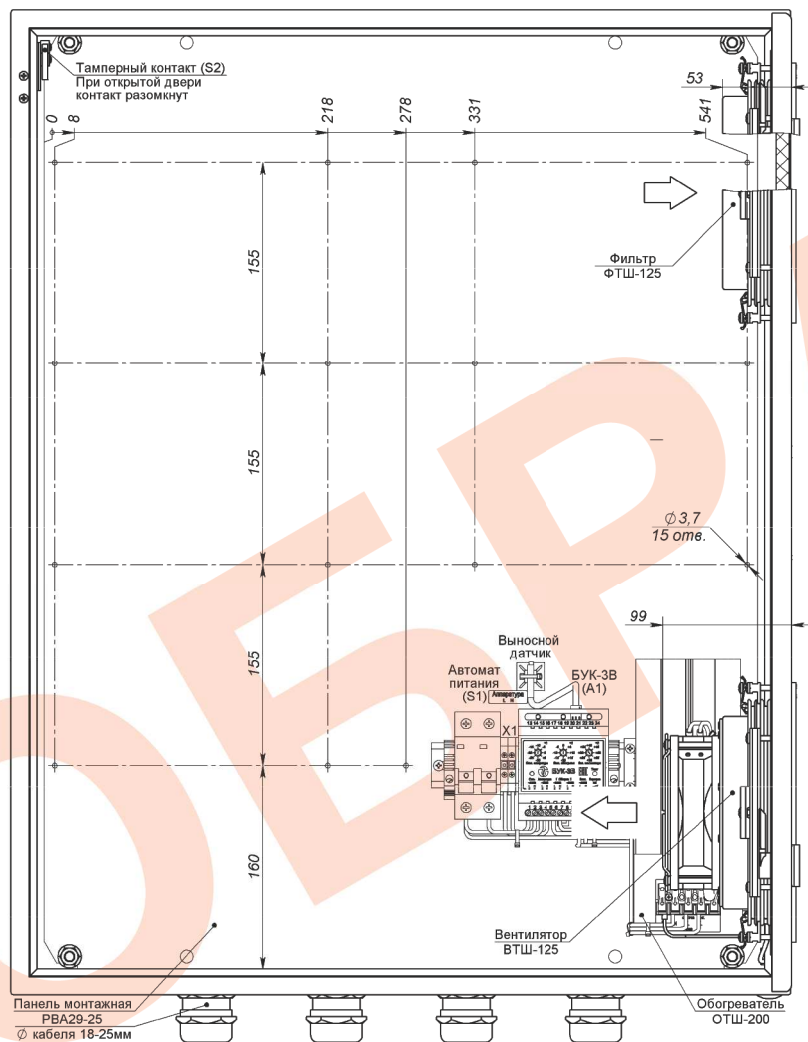

Рис.1. Устройство термощафа
- Для установки в термощаф телевизионного (электронного) оборудования необходимо извлечь монтажную панель (рис.1) из термощафа, для чего необходимо: